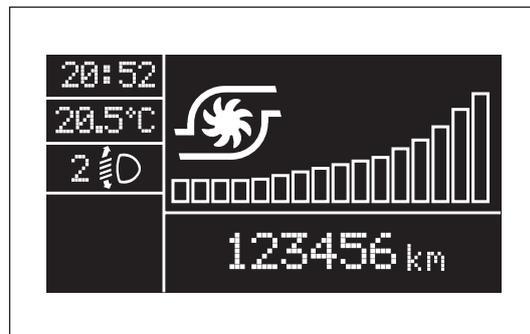

fig. 95
- Videata con pressione turbo-compressore: fig. 95.